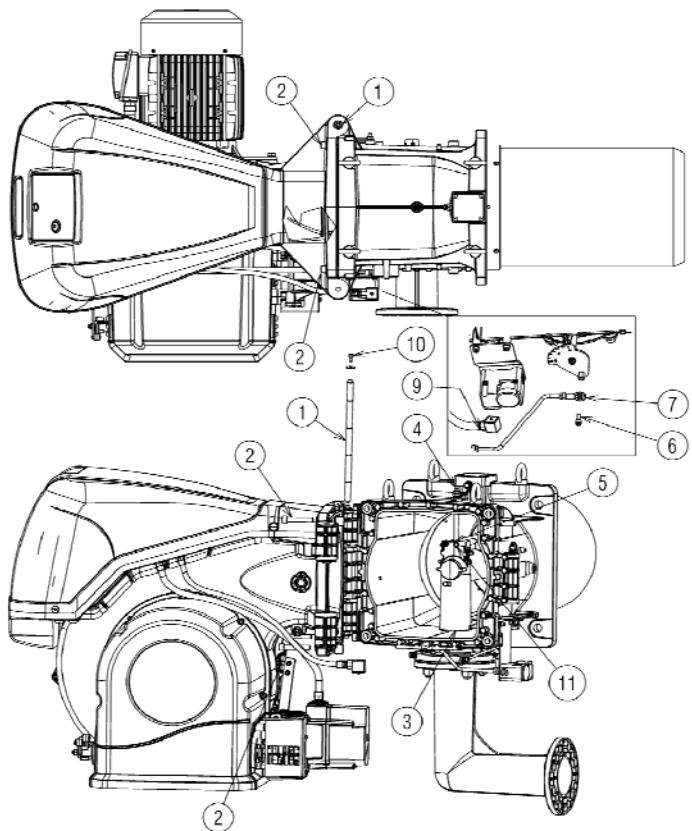

Рис. 15
Стандартно горелка собирается на заводе для открывания влево, следовательно штифт (10) (Рис. 15) остаётся на своём месте.
- A. Отсоедините тягу (7) (Рис. 15); для этого отвинтите винт (6).
- B. Разъедините штекер/разъём (9) (Рис. 15) прессостата максимального давления газа.
- C. Отвинтите винты (2).
- D. Откройте горелку не более чем на 100-150 мм, повернув её на петле, и отсоедините провода датчика (5) и электрода (11);
- E. Полностью откройте горелку, как показано на Рис. 15.
- F. Отвинтите винт (4) со штуцером давления.
- G. Приподнимите головку горелки в гнезде (3), после чего её можно свободно вынуть.
Для того чтобы открыть горелку с противоположной стороны, убедитесь в том, что 4 винта (2) хорошо затянуты, после чего выньте штифт (1) (Рис. 15). Затем переставьте штифт (1) на противоположную сторону, и только в этот момент можно снять винты (2); затем выполните описанную выше последовательность действий, начиная с пункта **C**.